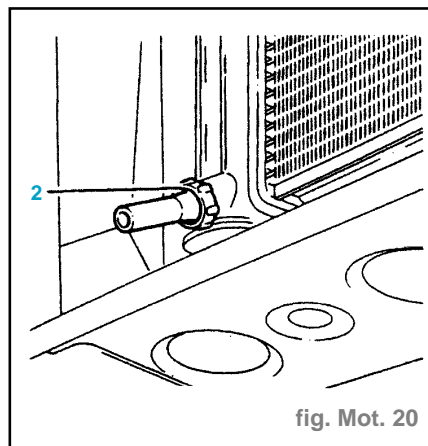

fig. Mot. 20
- Desserrer la vis de vidange (2) du radiateur (fig. Mot. 20).